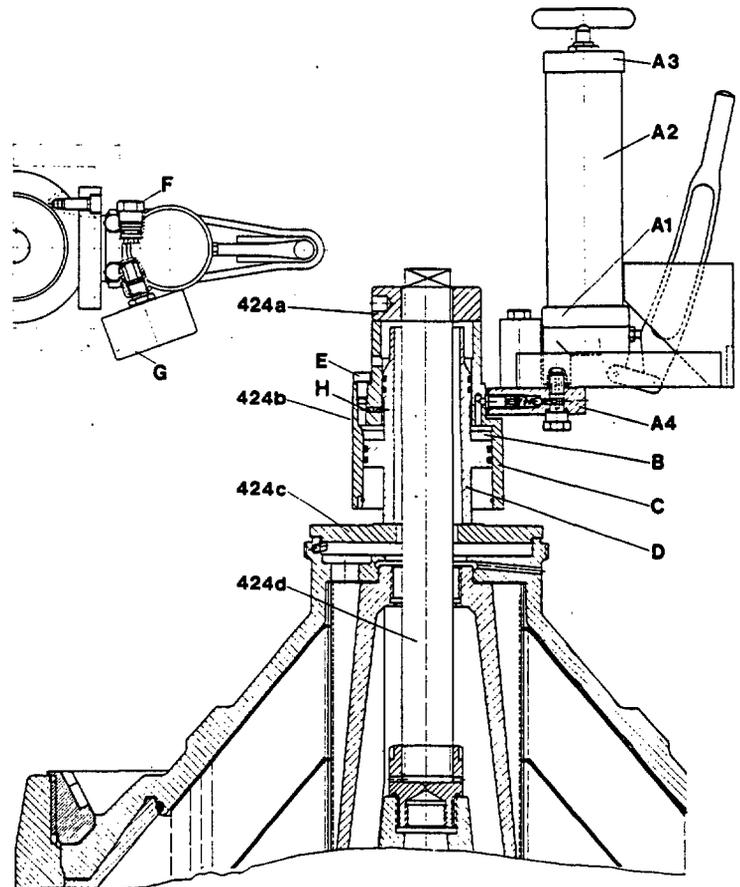

Bild 4/6
4.6. Hydraulische Preßvorrichtung (Bild 4/6)